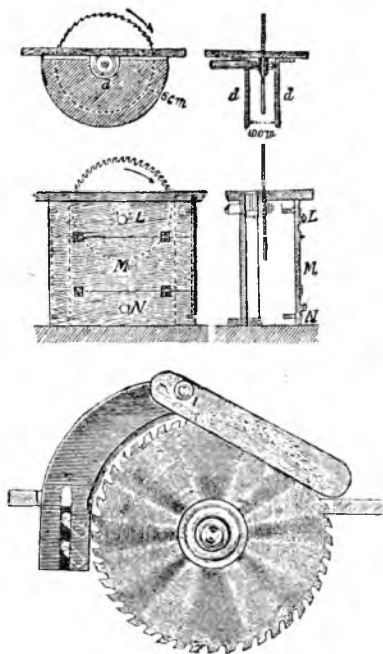

Рис. 98. Ограждение круглых пил.
**Ограждение круглых пил.** Очень важно оградить полотна круглых пил так, чтобы рабочий не мог попасть руками в зубья движущейся пилы. Для этого полотно пилы под столом закрывается досками или щитами из дерева или листового железа (рис. 98). Эти щиты закрывают всю пилу. Нижний щит *N* открывается и служит для удаления опилок, а верхний *L* служит для доступа к валу. Средняя часть *M* — неподвижна и низ ее должен быть ниже полотна пилы, по крайней мере, на 5 см.
Над столом полотно пилы совсем закрыть нельзя, так как невозможно будет работать и поэтому верх пилы закрывается подъемным чехлом. Эти чехлы бывают разных устройств. Простейшее устройство предохранительного чехла показано на рис. 98. Оно представляет собою небольшой чехол, прикрепленный к концу распиляющего клина. Чехол кончается закруглением, чтобы конец мог подниматься при проходе дерева. Такие чехлы устраиваются в небольших станках, которые опиливают доски не толще 5 см (2 дюйма). Удобнее, если чехол подвешен не к распиляющему клину, а к какой-нибудь специальной поддержке.